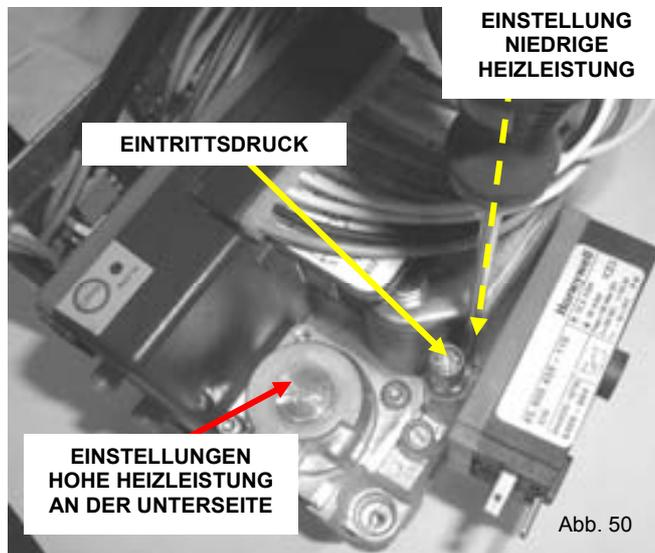

Abb. 50
- Schließen Sie den Schlauch des Kontrollmanometers an den **Eingang**sdruckmessstutzen (**Abbildung 50**) des Gasregelventils an, nachdem Sie die Schraube um eine Umdrehung gelöst haben.